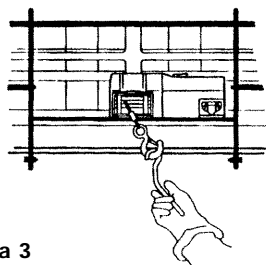

Figura 3
7. NUNCA USE EL CABRESTANTE CON MENOS DE 5 VUELTAS de cable de alambre EN EL TAMBOR DE CABRESTANTE, ya que el sujetador del extremo del cable de alambre NO resistirá la carga. SIEMPRE USE LA BARRA PROTECTORA PARA MANOS cuando guíe el cable de alambre hacia adentro o afuera (ver la Figura 3).